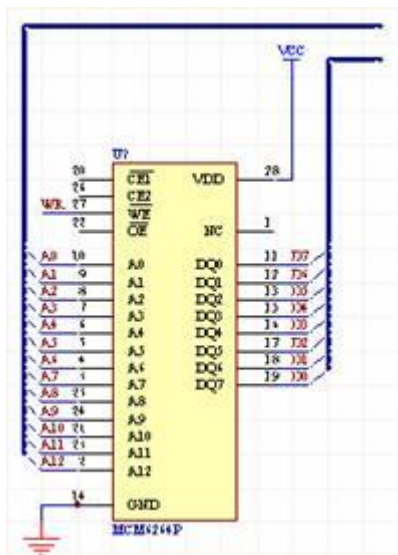
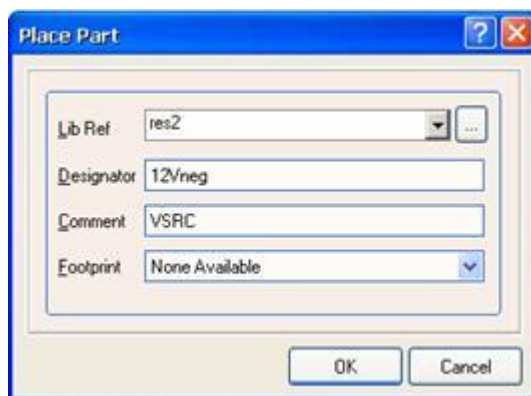

图 4-24 绘制完电源和接地符号后的 6264 原理图
图 4-25 放置元件对话框
单击绘图工具栏的放置电源和接地符号按钮, 光标变成十字形, 同时一个电源图标悬浮在光标上, 其图标与上一次设置的电源或接地图标相同。按下 **Tab** 键, 在图 4-25 的 **Net** 栏键入 VCC 作为网络标号, 同时 **Style** 栏选中 **Bar**, 其他采用默认设置即要, 单击鼠标, VCC 图标就出现在原理图上。此时系统仍处于放置电源和接地符号状态, 可以移动鼠标到合适的位置继续放置电源和接地符号。右击鼠标退出放置电源和接地状态。完成放置电源和接地符号后的 6264 原理图, 如图 4-24 所示。
- 单击画电路图工具栏中的 图标，弹出 Place Part （放置元件）对话框如图 4-25 所示。
在图 4-25 的 Lib Ref 栏键入了元件库样本名和 Designator 文本框中键入元件序号以后,单击 OK 按钮,光标变成十字形,同时电阻悬浮在光标上。按 Tab 键编辑元件属性,移动光标到合适的位置单击鼠标,将元件定位。